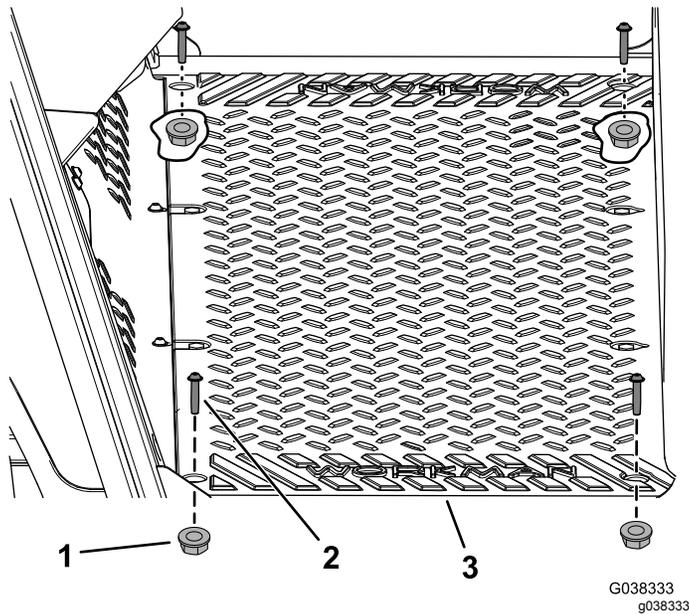

Рисунок 2
1. Выверните 4 винта (¼ x 1¼ дюйма) и 4 гайки (¼ дюйма) с панели пола (Рисунок 2).
- Установите снятые ранее 4 винта (¼ x 1¼ дюйма) и 4 гайки (¼ дюйма) в панель пола (Рисунок 2).